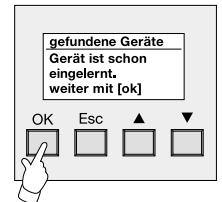

Bild 13:
10. Das gefundene und angewählte Endgerät ist bereits im Bluetooth Gateway eingelernt (vgl. Bild 13)! Ein mehrfaches Elnlernen des selben Geräts ist nicht möglich. Die Betätigung der Taste "OK" beendet den Elnlernvorgang und bewirkt einen Rücksprung zu Schritt 5. Das Gerät belibt weiter eingelernt.